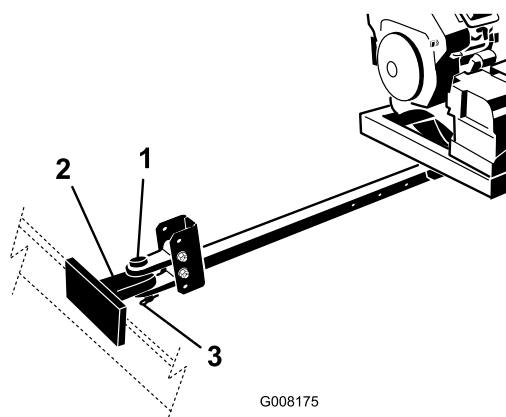

图 5
- 使用挂钩销和 U 形销将吹风机挂钩连接到牵引车挂钩上图 5。